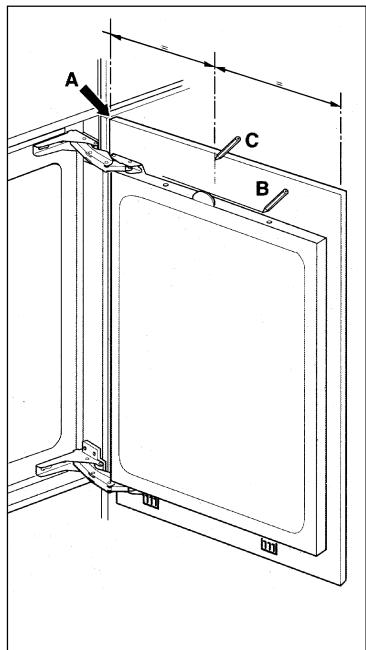

Рис. 5
- ❑ Установите переднюю панель (**рис. 5/A**) заподлицо с расположенной сверху смежной передней панелью и отмажирайте верхний край двери прибора на передней панели (**рис. 5/B**). Отметьте середину передней панели (**рис. 5/C**).